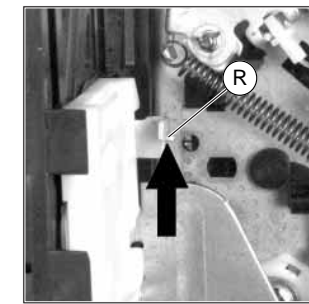

Fig. 1
- Arretierungen (R) (Fig. 1) und (S) (Fig. 2) des Cassettenschachtes lösen und diesen dabei so weit nach innen schieben, bis sich der Cassettenschacht leicht absenkt.
- Release the locks (R) (Fig. 1) and (S) (Fig. 2) of the cassette compartment and move it inwards until the cassette compartment lowers by a small amount.